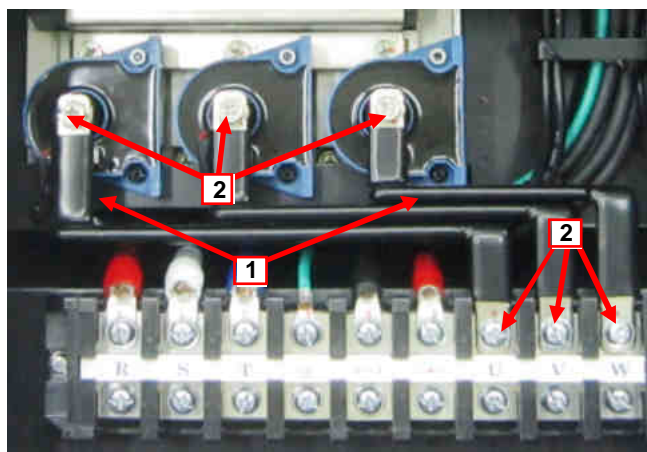

Рис. 7.21. Установка планки датчиков тока и силовых выходных шин.
7.19.1. Привернуть плату в аристоров на стойки входных диодно-тиристорных модулей тремя винтами (рис.7.21).
7.19.2. Присоединить разъем заземления (рис.7.21).
7.20.1. Привернуть плату предохранителей на место четырьмя винтами (рис.7.21).
7.20.2. Соединить к разъемам «CN7» и «CN8» шлейф платы предохранителей (рис.7.21).
7.21.2. Вставить разъем шлейфа ЦП в ответную часть на плате центрального процессора и надавить на него так, чтобы защелкнулись боковые фиксаторы (рис.7.21).
7.21.3. Вставить в разъем E на плате ЦП провод заземления (рис.7.21).